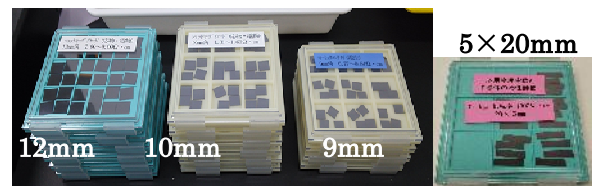

Fig.2 Silicon chips stored in its own cases.
- ⑤ 洗浄用テフロン治具をビーカーから取り出し、エアブローにより乾燥させて、Fig. 2の専用治具へ収納する。